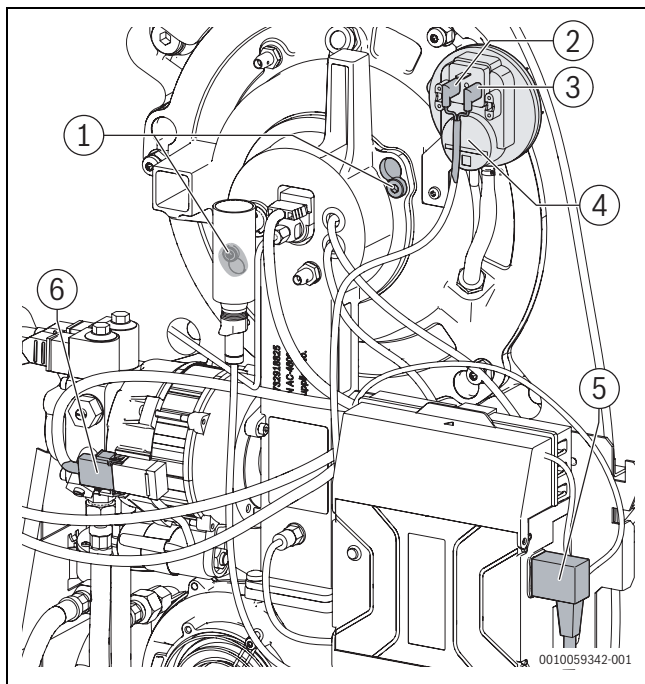

Bild 64 Befestigungsschrauben Brenner lösen
- ▶ Netzstecker (→ Bild 64), BUS-Leitung und Anschlusskabel Kesseltemperaturfühler (→ Kapitel 13.3.2, Seite 62) am Feuerungsautomat und Anschlussstecker am Ölpumpenmotor abziehen.
- ▶ Anschlussfahnen [2] des Anschlusskabels am ADS-Druckschalter [3] abziehen (→ Bild 64, Seite 39).